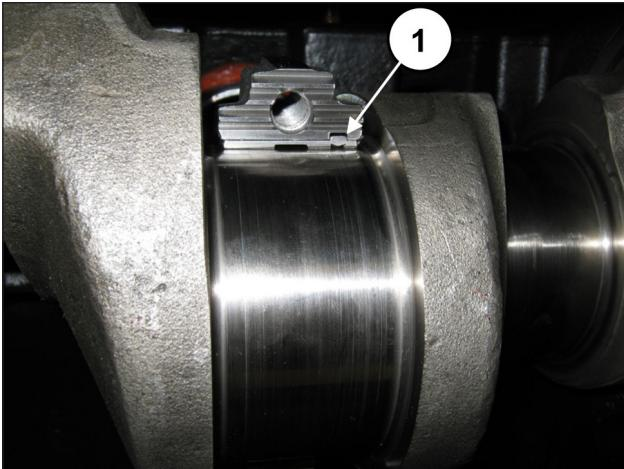

Fig. 66
Pour monter correctement les demi-coussinets, s'assurer que la languette de repère des demi-coussinets se trouve dans son logement sur la demi-bielle (rep. ①, Fig. 66).